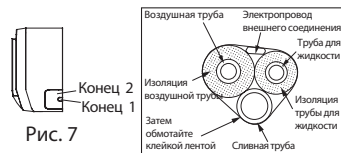

Рис. 7
1. При проводке труб и проводов с левой или правой стороны внутреннего блока, при необходимости, обрежьте концы рамы (см. Рис.7) Обрежьте конец 1, если проводите только кабели; Обрежьте концы 1 и 2, если проводите и трубы, и кабели.